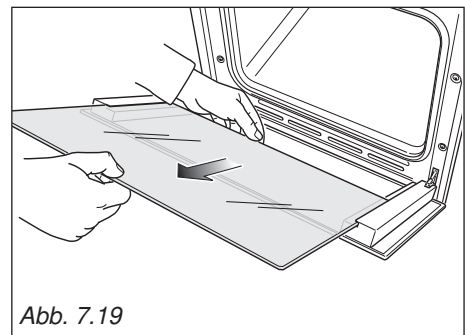

Abb. 7.19
- Das innere Glas vorsichtig herausziehen (Abb. 7.19) und mit geeigneten Reinigungsmitteln reinigen. Das Glas immer gründlich trocken wischen.